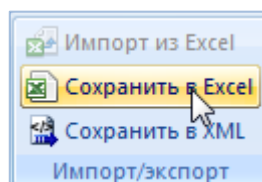

Рис. 21-8 – Кнопка «Сохранить в Excel» панели Импорт/экспорт
3) Нажать кнопку «Сохранить в Excel» панели «Импорт/экспорт» (рис. 21-8).